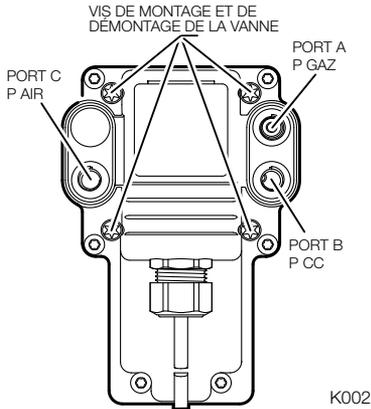

Fig. 5. Raccordements/montage de la ligne d'impulsion FARMOD.
4. Raccordez les 2 lignes d'impulsion restantes aux ports A (gaz) et B (référence) du FARMOD, en suivant les directives du fabricant du brûleur ou de la chaudière. Voir Fig. 5. Fixez chaque ligne d'impulsion à son raccord correspondant sur l'unité de mélange ou le brûleur sur le FARMOD.